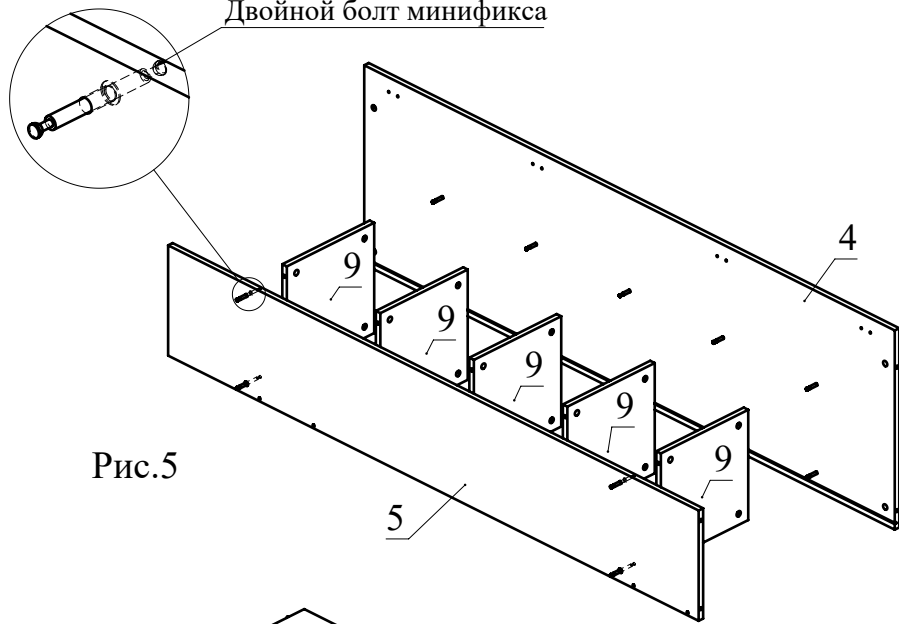

Рис.5
7. Установите детали 9 между деталями 4 и 5 и затяните головки минификсов (Рис. 5).